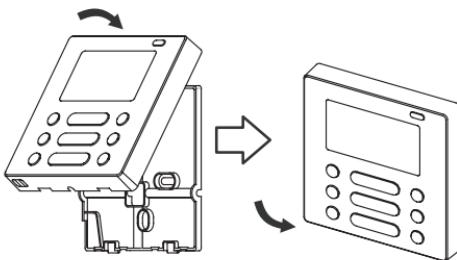

Fig 3-11
- Montati telecomanda pe suportul de perete conform imaginii de mai jos. Aveți grija sa nu prindeți firele in timpul montării. (Fig 3-11)